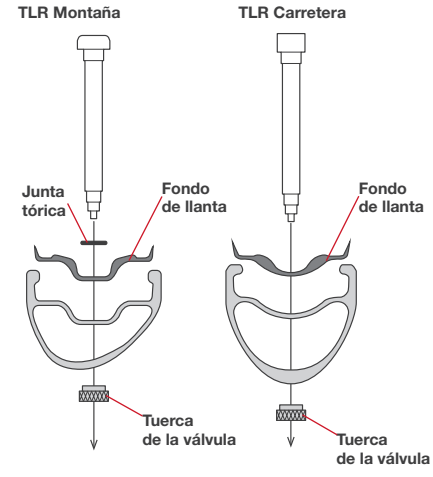

Figura 10. La forma en U del fondo de llanta debe quedar hacia el centro de la llanta.
2. Alinee el orificio de la válvula de la llanta y el de la válvula del fondo de llanta. La forma en U del fondo de llanta debe quedar hacia el centro de la llanta y la parte descentrada del fondo de llanta debe coincidir con la de la llanta (Figura 10).
3. Introduzca la válvula Tubeless Ready por el orificio de la válvula del fondo de llanta y después por la llanta. En llantas de bicicletas de montaña, asegúrese de que la junta tórica de goma está colocada sobre la válvula antes de asentarla en la llanta (Figura 10).